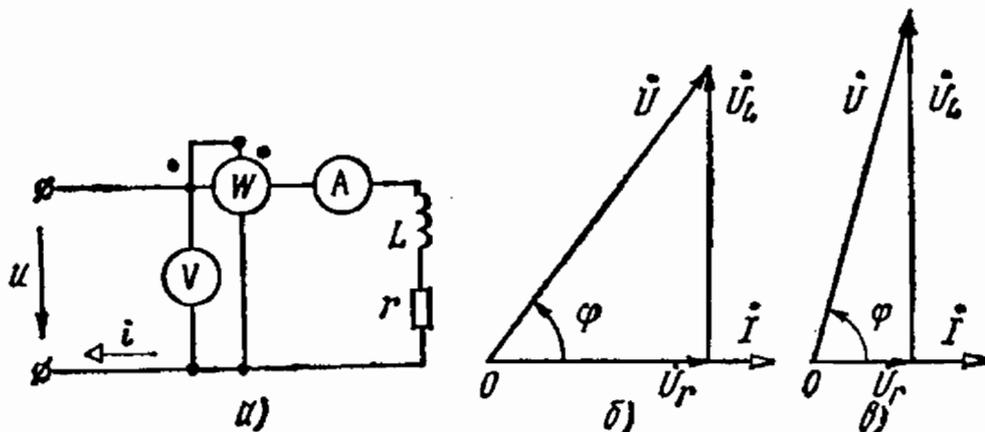

Рис. 3.21
3.21. Приборы, включенные в цепь схемы рис. 3.21, *a*, показывают: амперметр — 5 А, вольтметр — 220 В, ваттметр — 660 Вт.
Векторная диаграмма приведена на рис. 3.21, б.
Векторная диаграмма приведена на рис. 3.21, в.